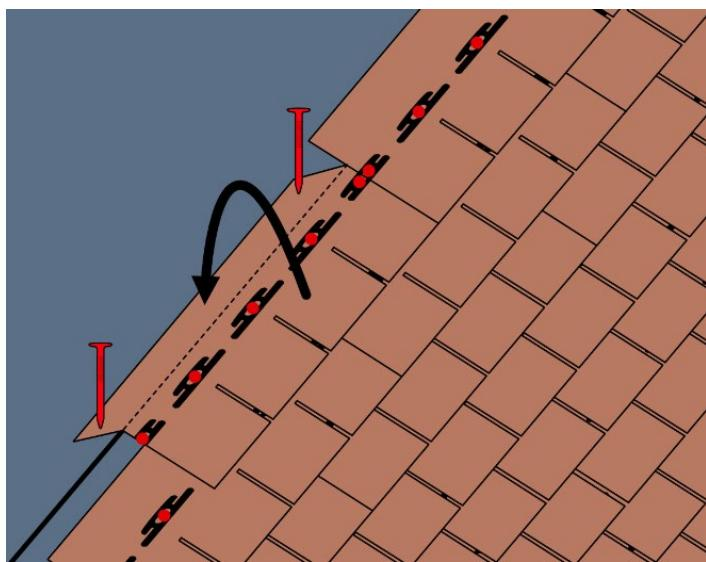

Fig. 9 – Posa delle tegole al colmo
- L'ultima fila di tegole bituminose dovrà sporgere oltre la linea di colmo; la parte eccedente verrà ripiegata oltre la linea di colmo e dovrà essere fissata con due chiodi alla seconda falda - Fig. 9.